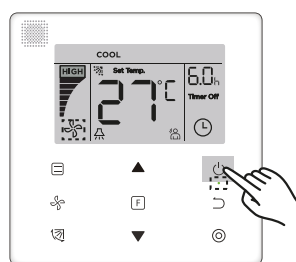

Figura 13
1. Presione el botón (Encendido/Apagado) y el indicador de funcionamiento “●” del controlador con cable se encenderá, mientras que el icono de Encendido/Apagado “” de la unidad interior de la pantalla girará para indicar que la unidad interior ha comenzado a funcionar. (vea la Figura 13)